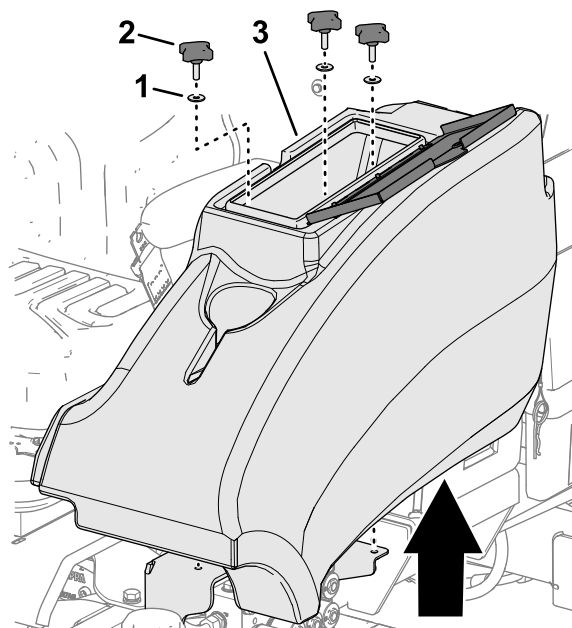

Figura 56
2. Retire los 3 pomos y las 3 arandelas que sujetan el compartimento de almacenamiento a la máquina, y retire el compartimento (Figura 56).
1. A la izquierda de la plataforma del operador, abra la puerta del compartimento de almacenamiento (Figura 56).